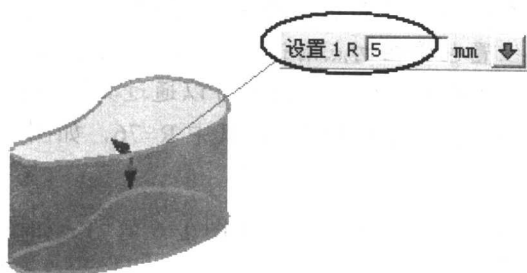

图 1-9 实体倒角
(2) 给实体周边倒圆。利用“特征操作”→“边倒圆”给锤头体周边倒圆。倒圆角 $R=5$ ，如图 1-9 所示。
观察锤头体切口，它可以是一个拉伸体与图 1-9 的实体进行相减得到，该拉伸体应该与图 1-9 的实体相垂直，因此其拉伸直线所在的平面也应该与图 1-9 的拉伸直线是垂直关系。所以绘制外形线的平面也要改变。详细步骤如下：